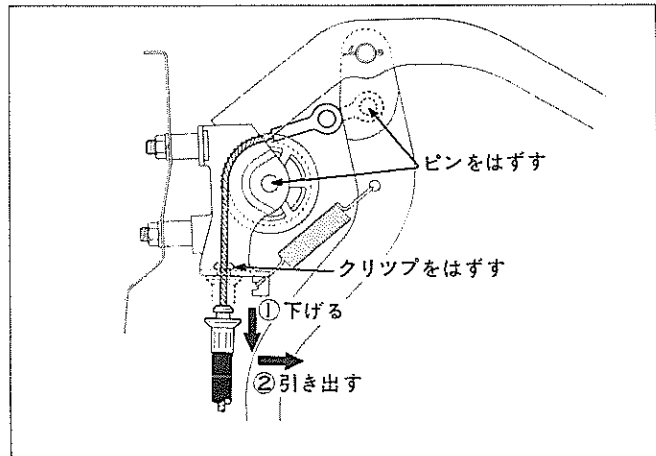

図13-134 パーキング ブレーキ ケーブル取りはずし
(3) クリツプを取り、ナット②をゆるめ、パーキング ブレーキ イコライザ ③ からケーブル No.1 を切り離す。(図13-134参照)
(4) 次の部品を切り離し、パーキング ブレーキ コントロール ハンドル ASSY を取りはずす。
- ① ヒューズ ボックス オープニング カバー
- ② インストルメント フィニツシユ ロー パネル